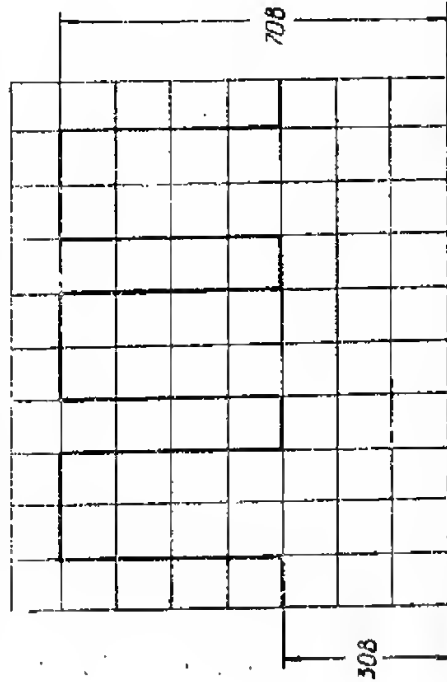

Рис. 15. Форма выходных импульсов усилителя подсвета (ключа).
11.6.1. Выход из строя элементов схемы требует их замены. Производятся проверка выходного импульса (выходная точка 6 схемы И23.607.022 Э3). В автоколебательном режиме импульс должен иметь форму и амплитуду, показанную на рис. 15.